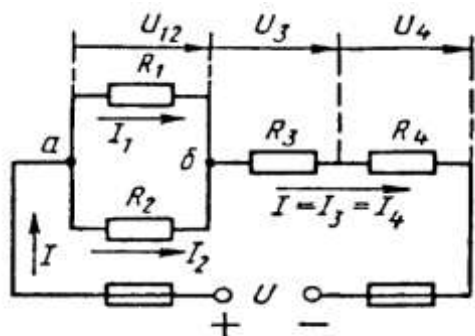

Рис. 1
Условие задачи. Цепь постоянного тока со смешанным соединением состоит из четырех резисторов. Заданы схема цепи (рис. 1), значения сопротивлений резисторов:
2) обозначим токи I_1, I_2, I_3, I_4 на (рис. 1) стрелками и определим их значения из формулы мощности:
Формулировка закона: алгебраическая сумма токов в узловой точке равна нулю. Математическая запись для узла б схемы цепи рисунок 1:
Формулировка закона: во всяком замкнутом контуре электрической цепи алгебраическая сумма ЭДС $\sum E$ равна алгебраической сумме падений напряжений $\sum I \cdot R$ на отдельных сопротивлениях этого контура. В замкнутом контуре (рис. 1) приложенное напряжение U (аналогично ЭДС при внутреннем сопротивлении источника тока, равном нулю) и падения напряжения